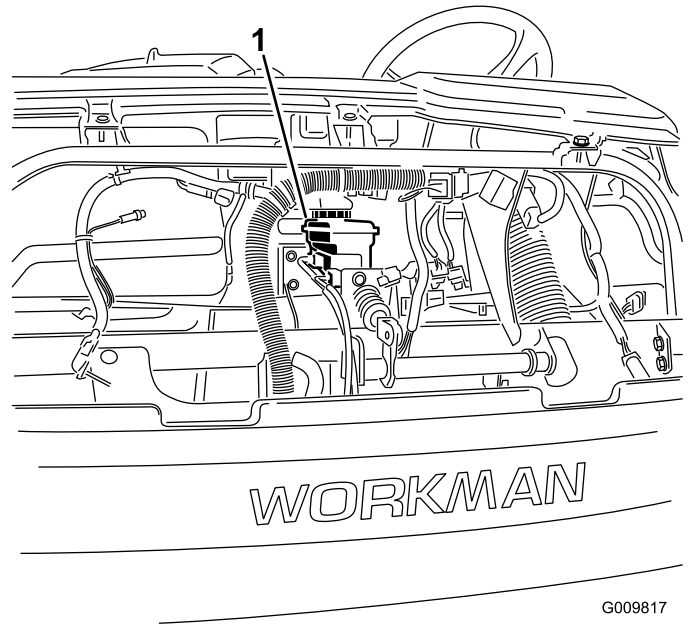

図 56
4. フードを持ち上げてブレーキのマスターシリンダとブレーキ液タンクにアクセスできるようにする 図 56。